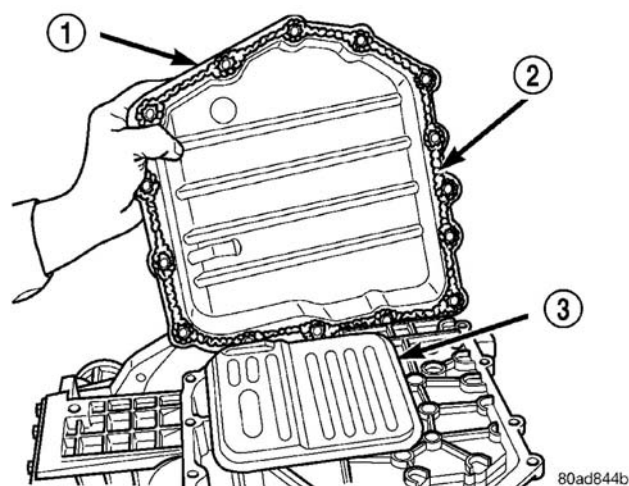
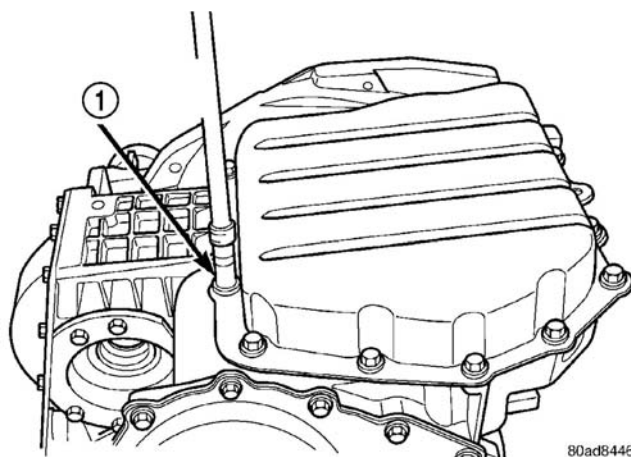

图 387 油盘
图 388 油盘螺栓
(3) 确保变速驱动桥油盘和变速驱动桥壳体密封表面清洁和干燥。将一个 1/8" 珠粒形 Mopar[®] 硅橡胶粘合密封剂涂到油盘并安装 (图 387), 拧紧油盘与变速驱动桥壳连接螺栓 (图 388) 至 19N·m (165in.lbs.) 的扭矩。